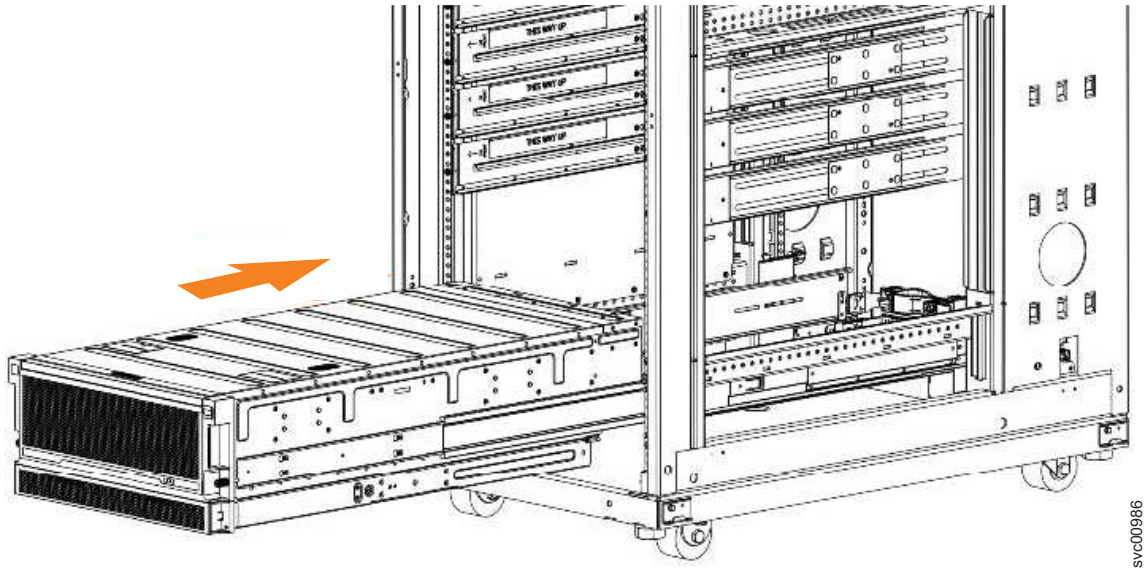

图 38. 在机架中安装机柜的示例
- 在机架最底部的位置安装扩展机柜。第 56 页的图 38 显示了一个示例。